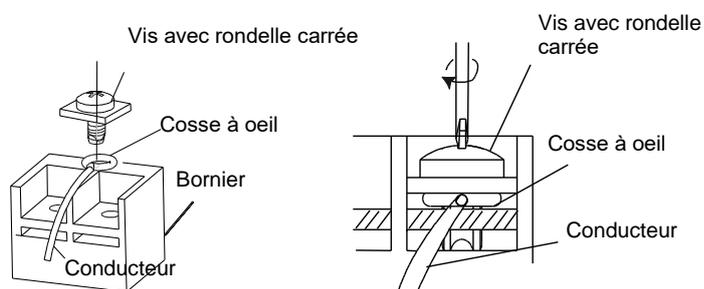

Fig. 36
- d) Poser la cosse à œil sur le bornier et le fixer à l'aide de la vis (figure 36)